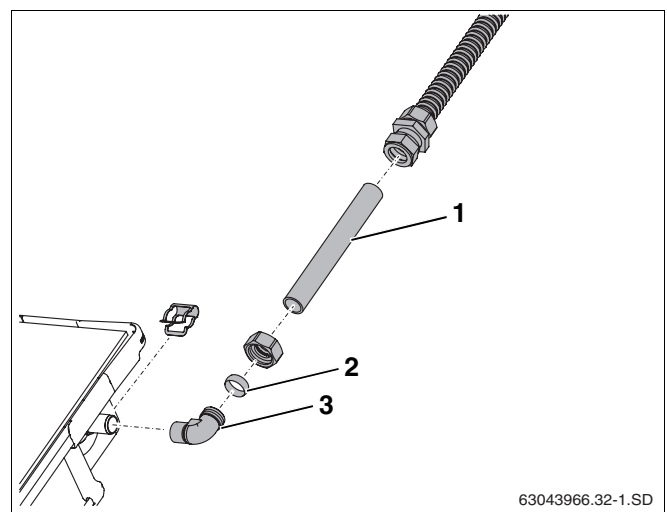

Abb. 41 Anschlussrohr verlängern
- Klemmring (Abb. 41, **Pos. 2**) und Überwurfmutter auf Winkel (Abb. 41, **Pos. 3**) montieren.
- Entsprechend abgelängtes Kupferrohr (18 mm, Abb. 41, **Pos. 1**) in Klemmringverschraubungen schieben.